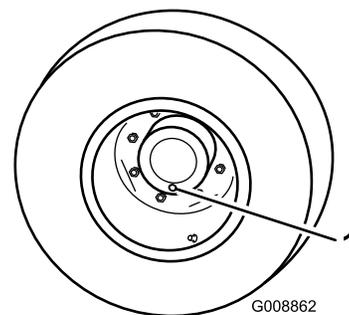

Figure 61
1. Placez la machine sur une surface plane et horizontale et tournez une roue de sorte que l'un des bouchons de contrôle se trouve à la position la plus basse (6 heures) (Figure 61).